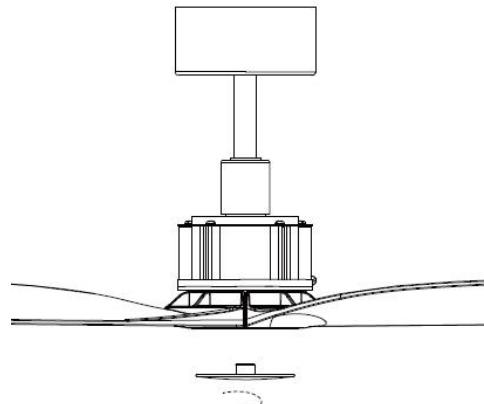

Fig. 8
- Infine, fissare la copertura inferiore all'albero motore ruotandola in senso orario. Fig.8